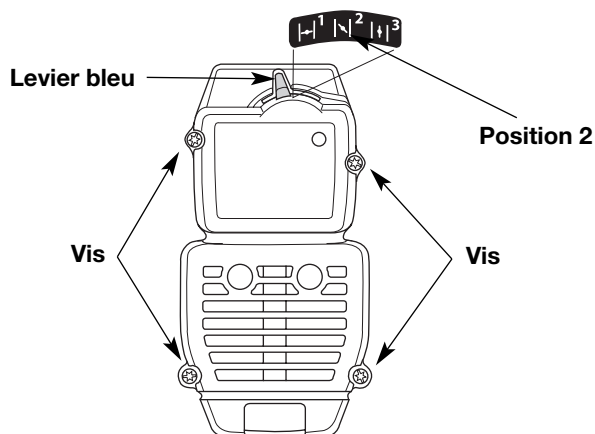

Fig. 21
REMARQUE : pour enlever le couvercle du filtre à air/silencieux, le levier bleu doit être en Position 2 (Fig. 21).
2. Retirez les quatre (4) vis retenant le couvercle du filtre à air/silencieux (Fig. 21). Servez-vous d'un tournevis à mèche no. 20 Torx.
2. Insérez les quatre (4) vis dans les trous du filtre à air/couvercle du silencieux (Fig. 21) et vissez sans trop serrer.